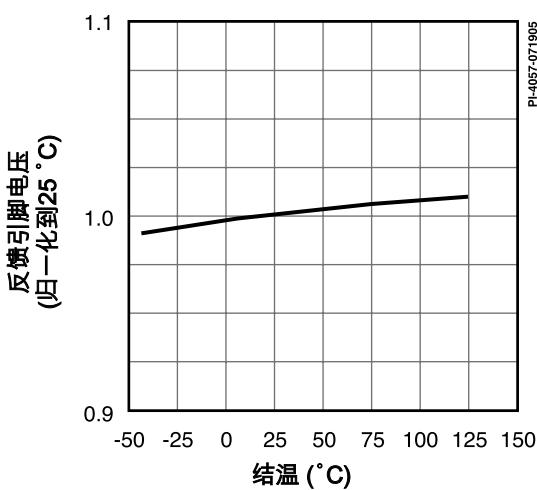

图15. 反馈引脚与温度的特性曲线
- D. 参考图15典型性能特性部分中的旁路引脚启动时的充电波形。